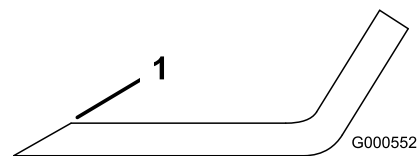

Figure 57
1. Au moyen d'une lime, aiguiser les tranchants aux deux extrémités de la lame (Figure 57).